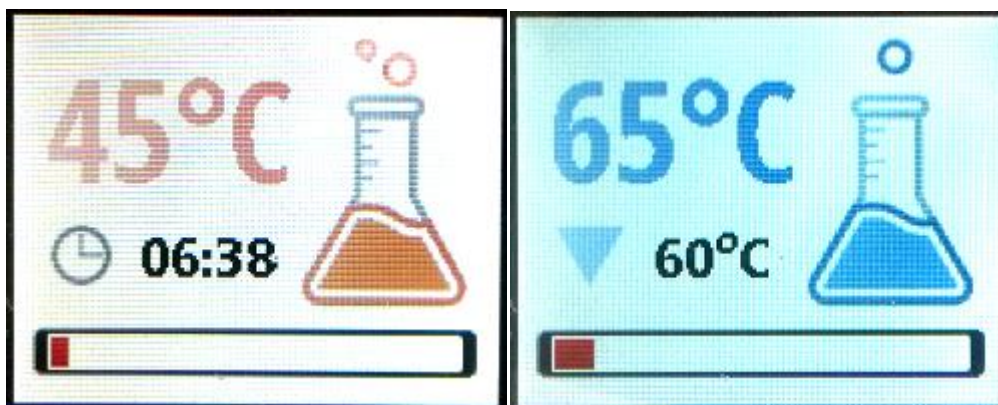

Рис. 3.
1. Общая информация выполнения программы (рис. 3).